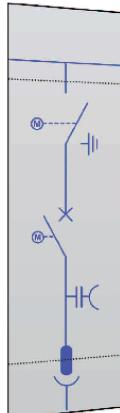

Рис. 1
■ Ячейка с вакуумным выключателем (CPG.0-V) (Рис. 1)